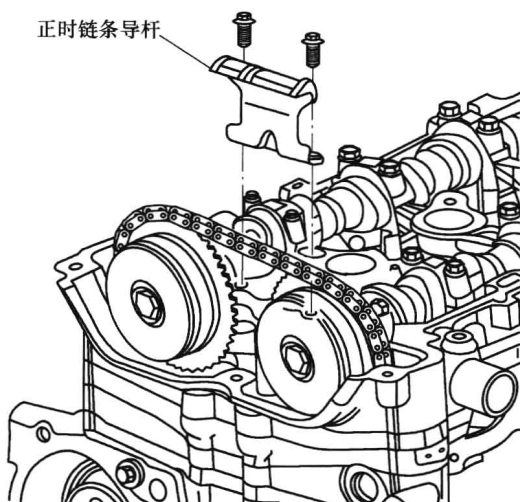

图 1-12 正时链条导杆
(1) 拆下上正时链条导杆螺栓。
(2) 拆下正时链条导杆, 如图 1-12 所示。